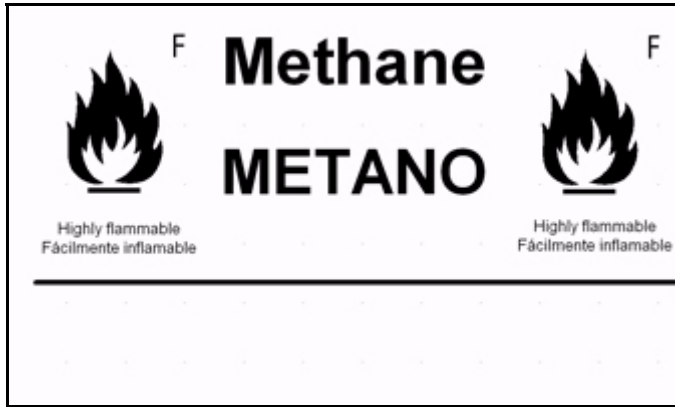

Abbildung 3-4. HSID-Etikettbeispiel
16. Klicken Sie auf **OK**, um das HSID-Etikett anzuzeigen (Abbildung 3-4).